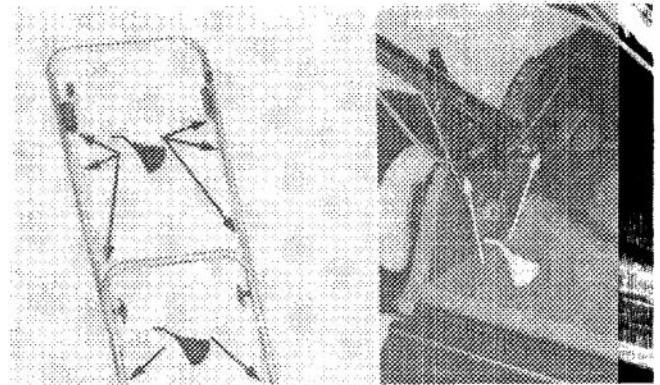

Figure 17
2. Les câbles des commandes d'accélérateur et d'entraînement doivent être lubrifiés après toutes les 25 heures d'utilisation ou à la fin de la saison de tonte, selon la première occurrence. Appliquez de l'huile légère sur le câble (Fig. 17), surtout là où il se plie. Injectez également de l'huile sur le câble à l'endroit où il pénètre dans la gaine de la commande et la boîte de jonction. Actionnez les commandes pour distribuer l'huile. Essuyez tout excès d'huile.